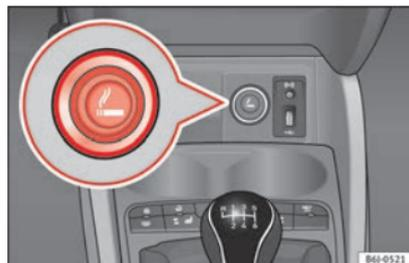

Fig. 145 Allume-cigare.
- Enfoncez le bouton de l'allume-cigare » fig. 145 pour l'activer ⚠.